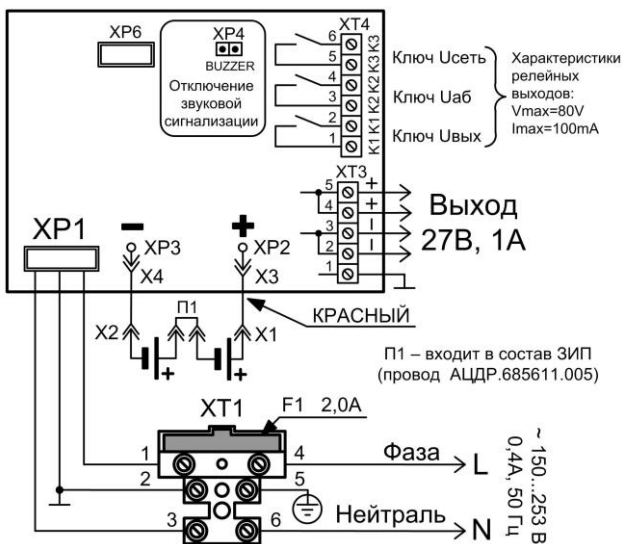

Рисунок 1 Схема подключения РИП
1.2.15 РИП обеспечивает возможность отключения звуковой сигнализации путём снятия переключки с разъёма ХР4 (расположение разъёма показано на Рис. 1.).
Внимание! При подключении внешнего питающего напряжения 220 В к сетевой колодке необходимо соблюдать правильность подключения проводов «фаза» и «нейтраль». Подключение производить в соответствии с рисунком, расположенным на внутренней стороне корпуса или в соответствии с Рис. 1 данной этикетки.
- подключить нагрузку к выходной клеммной колодке, соблюдая полярность (ХТ3/2,3 – «-», ХТ3/4,5 – «+», см. Рис. 1).
ж) При необходимости организации дистанционной сигнализации наличия сетевого напряжения, выходного напряжения и напряжения батареи подключить выходы оптореле К1, К2 и К3 к шлейфам сигнализации приборов согласно Рис. 1. Состояния цепей оптореле приведены в Таблице 1.